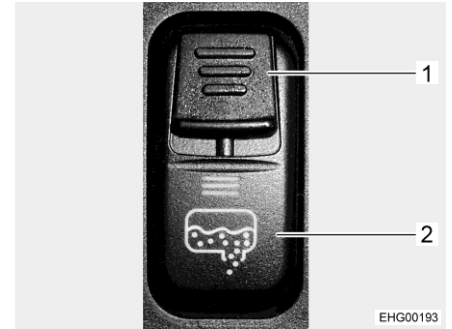

Fig. 162 Interruptor basculante (llave de desagüe)
La llave de desagüe para el depósito de aguas residuales se abre y se cierra a través de un interruptor basculante de la consola de conmutadores en la cabina del conductor. Para prevenir una apertura involuntaria de la llave de desagüe, el interruptor basculante está provisto de un interruptor deslizante de seguridad (Fig. 162,1). El tubo de salida con la conexión para una manguera de aguas residuales se encuentra debajo del vehículo.
- Empujar el interruptor deslizante de seguridad (Fig. 162,1) en el interruptor basculante (Fig. 162,2) hacia abajo y, al mismo tiempo, pulsar la parte inferior del interruptor basculante. De este modo, se abrirá la válvula de aguas residuales y se vaciará el depósito de aguas residuales. El LED estará encendido mientras que esté abierto el grifo para la eliminación de aguas residuales.
- Una vez que hayan salido totalmente las aguas residuales, volver a cerrar la llave de desagüe. Para ello, presionar hacia arriba el conmutador de mando (Fig. 162,1).